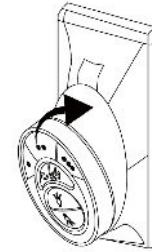

Fig. 27
Étape 1. Pour placer l'émetteur dans la plaque murale, insérez d'abord l'extrémité inférieure, puis appuyez sur le haut dans la plaque murale. L'émetteur est maintenant maintenu dans la plaque murale et fonctionnera à partir d'ici. (Fig.27)